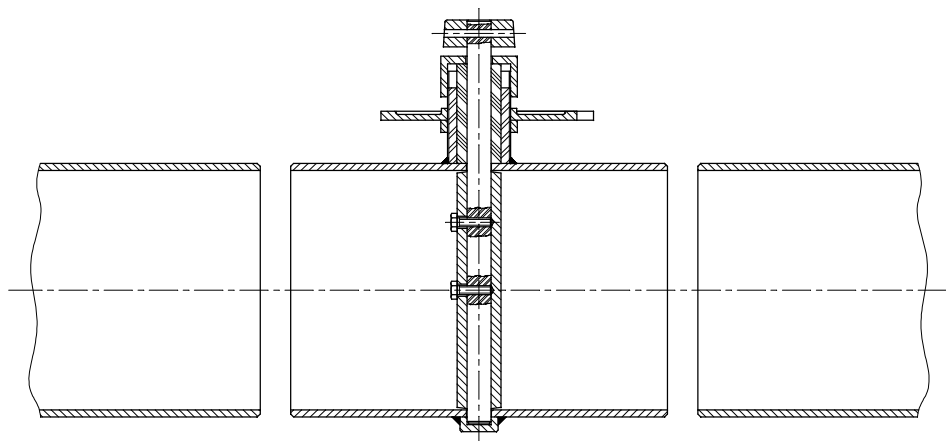

Fig. 1
- 3 – Verificar se os tubos estão paralelos e alinhados, e se o vão entre tubos é suficiente para a montagem (Fig. 1)